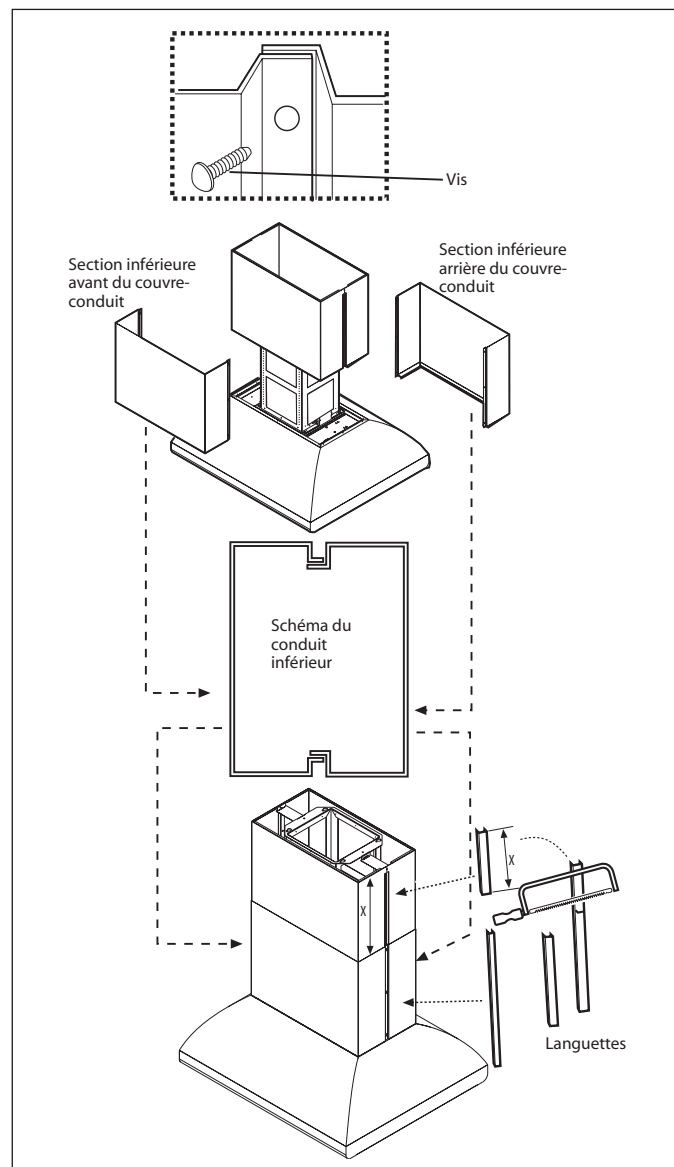

FIG. 17
5. Joignez les deux sections inférieures du couvre-conduit qui recouvre la structure de cheminée à l'aide de 6 vis, (trois de chaque côté; voir le schéma de la figure 17 montrant comment joindre les deux sections).